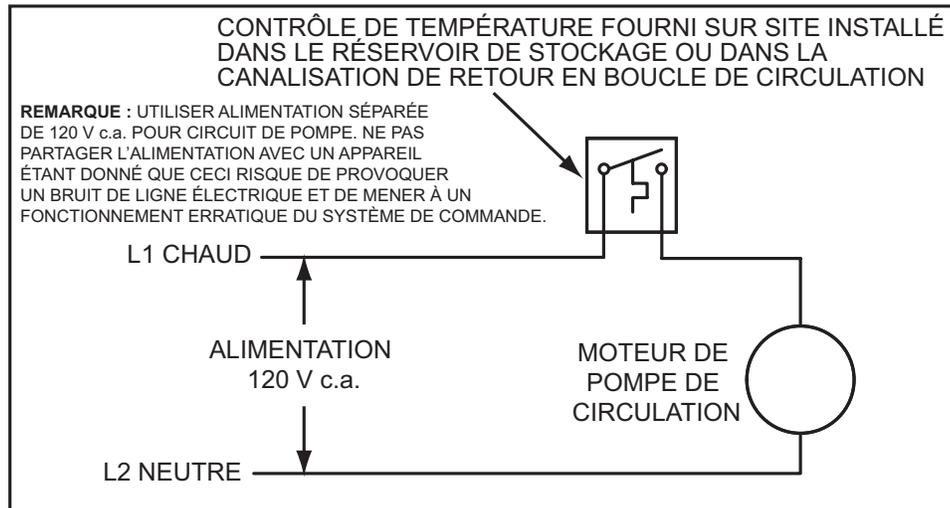
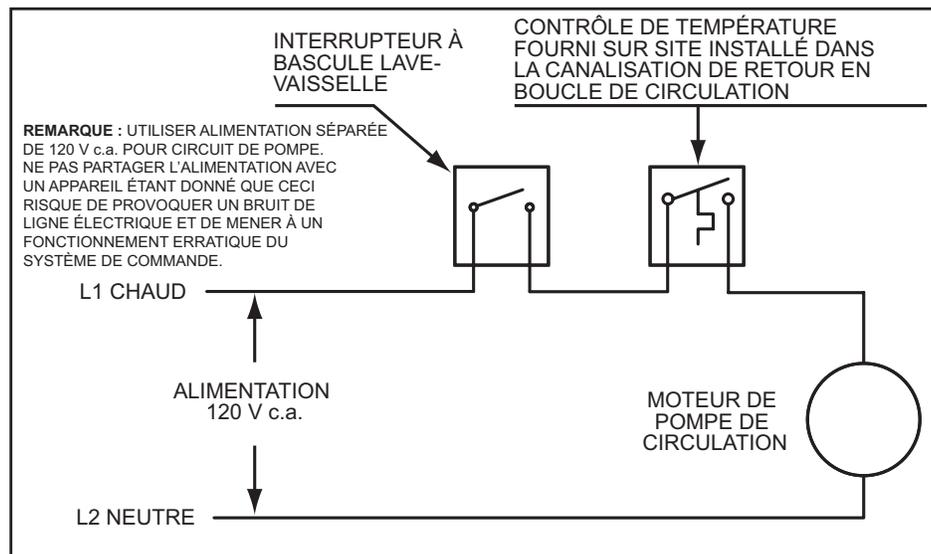

Figure 63. Schéma de câblage de la pompe de circulation - Cuve de stockage ou recirculation de bâtiment
Figure 64. Schéma de câblage de la pompe de circulation - Interrupteur à bascule de circuit de lave-vaisselle
5. Si une pompe est installée entre un chauffe-eau et une cuve de stockage ou sur un circuit de recirculation du bâtiment comme à la **Figure 63** (page 65).
6. Si une pompe est installée dans un circuit recirculation entre le chauffe-eau et un conducteur de lave-vaisselle commercial comme à la **Figure 63** ou la **Figure 64** (page 65).